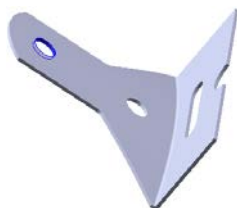
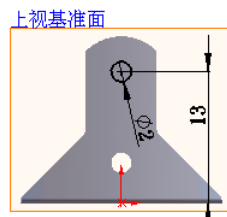

图 3.16 切除—拉伸 5
图 3.17 横断面草图
Step8. 创建图 3.16 所示的切除—拉伸 5。
(1) 选择命令。选择下拉菜单 **插入(I)** → **切除(C)** → **拉伸(E)...** 命令。
(2) 定义特征的横断面草图。
① 定义草图平面。选取上视基准面作为草图平面。
② 定义横断面草图。在草图环境中绘制图 3.17 所示的横断面草图。
(3) 定义切除深度属性。在“切除—拉伸”对话框 **方向1** 区域的  下拉列表中选择 **成形到下一面** 选项，选中 ☒ **正交切除(N)** 复选框。其他采用系统默认设置值。
(4) 单击  按钮，完成切除—拉伸 5 的创建。